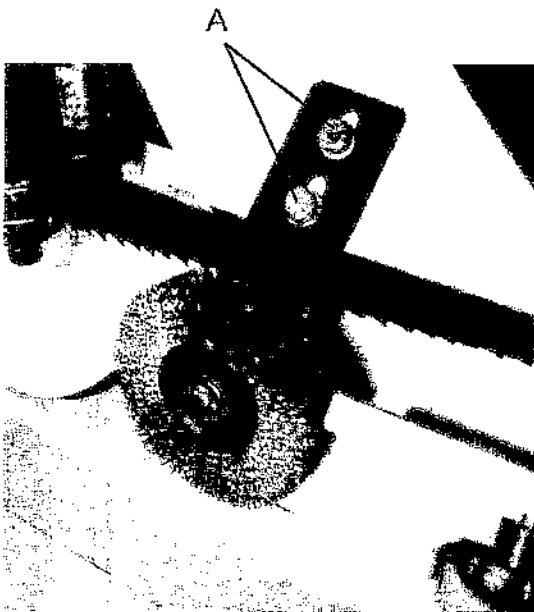

Fig. 9
3. Loosen bolts (A - Fig. 9).
5. Tighten bolts (A - Fig. 9).